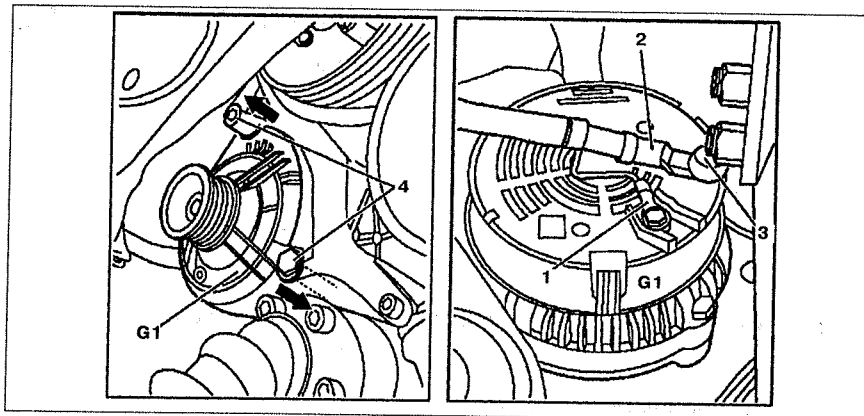

Рис. 2.135. Генератор:
3. Отсоедините правую полуось (стрелка) от промежуточного ведущего вала (см.рис.2.135).